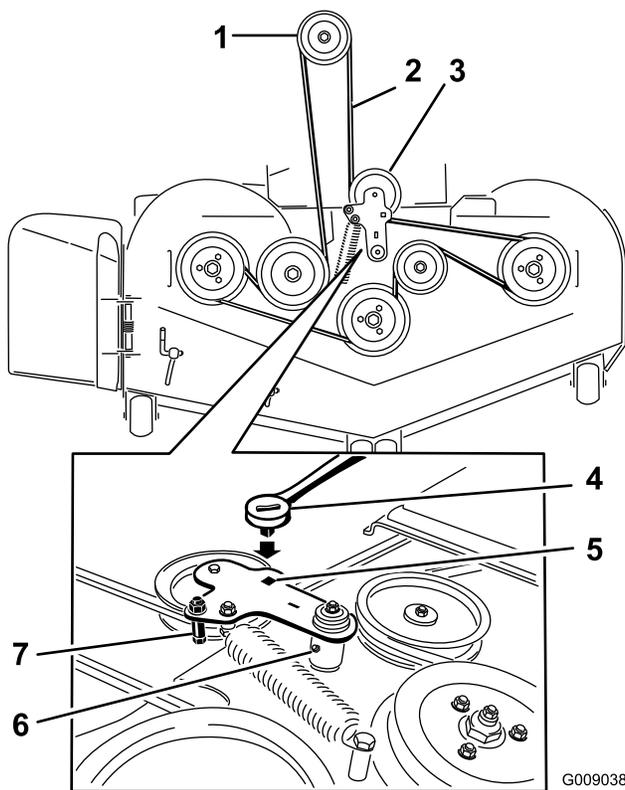

Figure 86
- Insérez un rochet dans le trou carré du bras de la poulie de tension pour détendre le ressort de la poulie de tension (Figure 86).
- Enlevez le guide-courroie situé sur le bras de la poulie de tension rappelé par ressort (Figure 86).
- Acheminez la courroie neuve autour des poulies du tablier de coupe et de la poulie d'embrayage, sous le moteur (Figure 86).
- Montez le guide-courroie sur le bras de la poulie tension (Figure 86).
- Insérez le rochet dans le trou carré et montez le ressort de la poulie de tension (Figure 86).